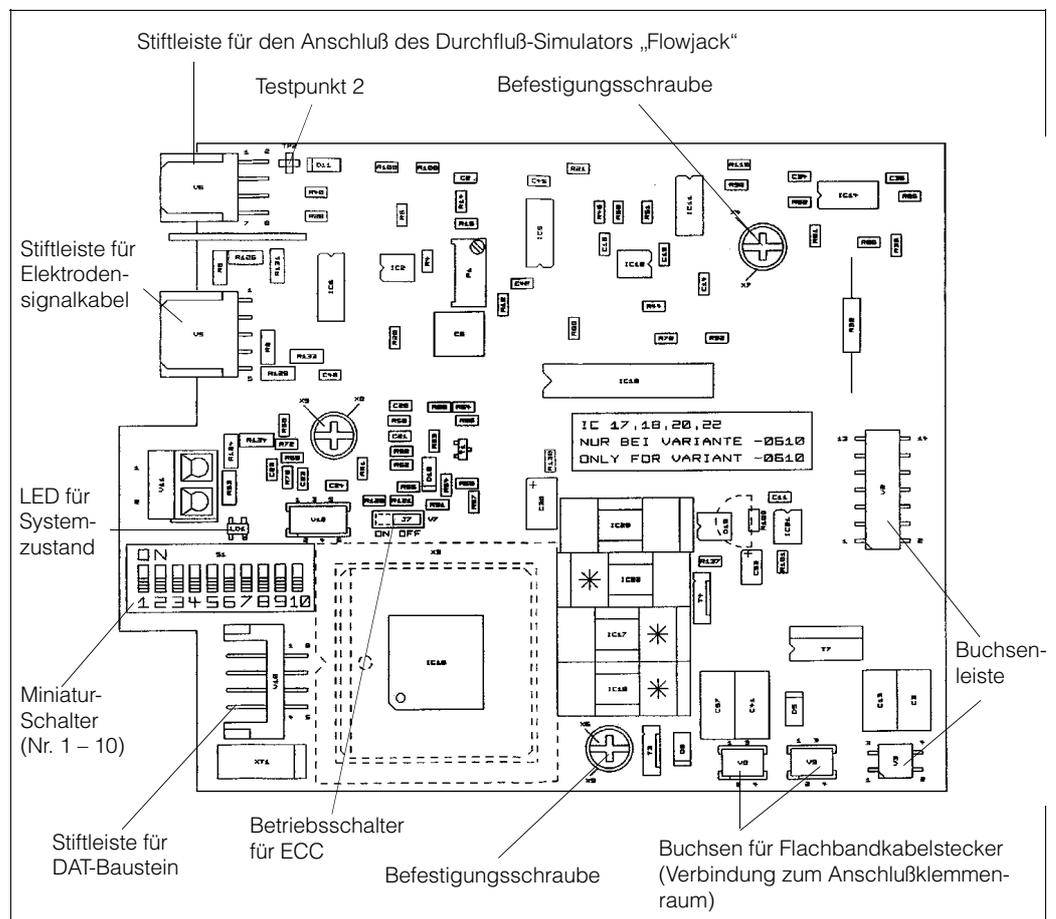

Abb. 46
- Zusätzlich befindet sich auf der Verstärker-Platine des Promag 31 eine LED (siehe Abb. 46). Solange das Meßsystem normal funktioniert, leuchtet diese Diode. Im Fehlerfall oder bei Netzausfall erlischt die Diode und zeigt so eine Fehlfunktion an.
6. Kabelplatine des abgeschirmten Elektroden-Signalkabels von der Meßverstärkerplatine abziehen (Abb. 46: V5).
9. Flachbandkabel-Stecker (Verbindungskabel zum Anschlußklemmenraum) von der Meßverstärkerplatine abziehen (Abb. 46: V8, V9).
11. Falls erforderlich, DAT-Baustein von der betreffenden Stiftleiste (Abb. 46 : V10) auf der Meßverstärkerplatine abziehen: